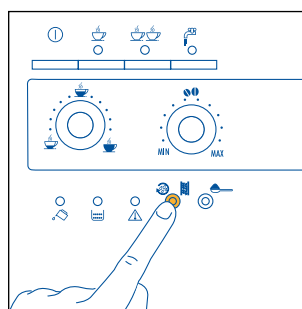

Fig. 14
1) Si ni bien encendida la máquina se desea hacer una taza de café corto (inferior a 60cc), use el agua caliente del enjuague para precalentar las tazas (véase el consejo en el § 4.3 punto 5). Por el contrario, si del último café hecho han transcurrido más de 2/3 minutos, antes de hacer un café nuevo, **es necesario precalentar el infusor, presionando el botón ☕☕** (fig. 14). Luego deje que el agua caiga en la bandeja recogegotas, o bien utilice este agua para llenar (y luego vaciar) la taza de café para precalentarla.